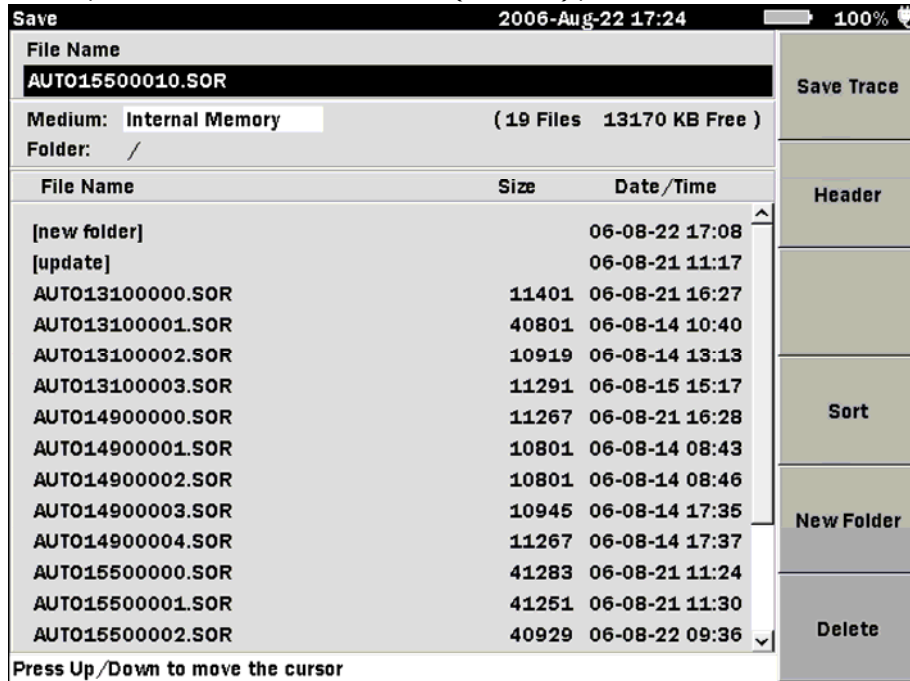

图5-22：保存画面
1. 按“文件”键，进入文件调用画面（图5-22）
2. 执行OTDR测量，轨迹数据收集结束后自动出现保存画面（图5-22），设置光标在文件名域
1. 按“保存”键，出现保存画面（图5-22）